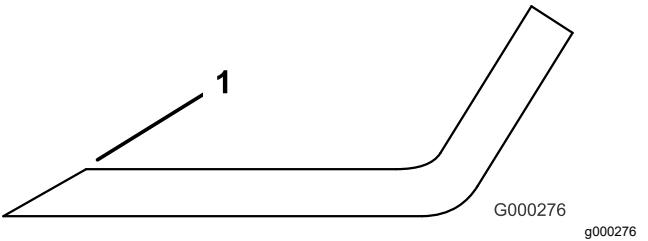

Figura 77
- Esaminate l'affilatura di tutte le lame e affilate se risultano smussate o scheggiate (Figura 77).
Nota: Affilate soltanto la parte superiore del tagliente e mantenete l'angolo di taglio originale per garantire l'affilatura (Figura 77). La lama resta bilanciata soltanto se viene rimossa una quantità uguale di metallo da entrambi i taglienti.